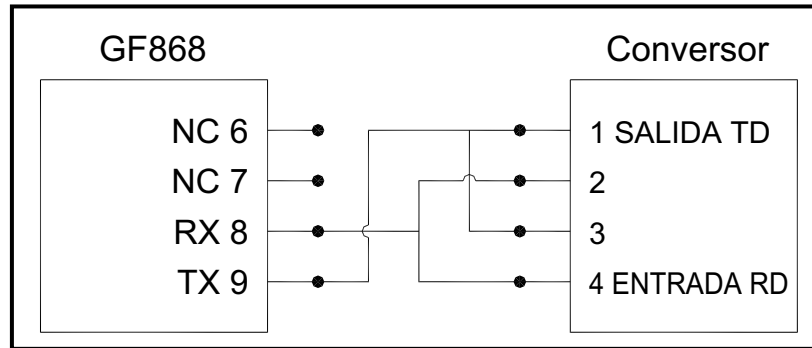

Figura 4: Conexiones RS485 típicas
3. Pase un extremo del cable a través del orificio del conducto, conéctelo al bloque de terminales J1 y asegure la abrazadera del cable. Conecte el otro extremo del cable al convertidor, como se muestra en *Figura 4*.